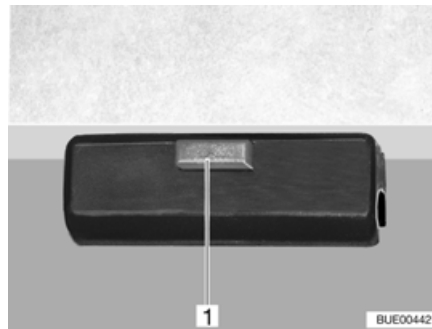

Bild 96 Verriegelung
- Verriegelung (Bild 96,1) an der Tischplatte lösen.